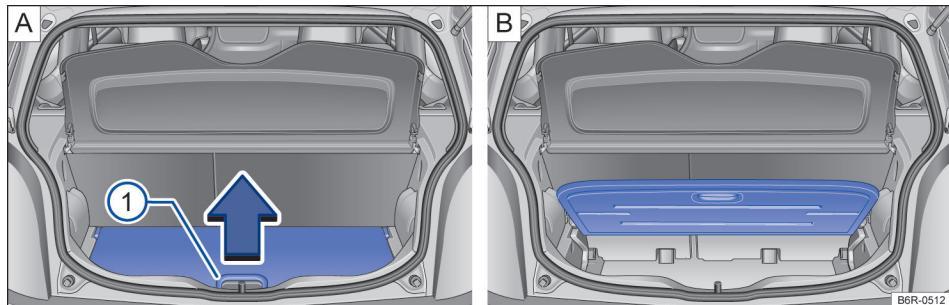

Fig. 99 A: assoalho variável do compartimento de bagagem rebatido para cima. B: assoalho variável do compartimento de bagagem aberto.
Para *abrir*, levantar pela alça → Fig. 99 ① no sentido da seta e rebater o assoalho do compartimento de bagagem completamente para cima → Fig. 99 B.